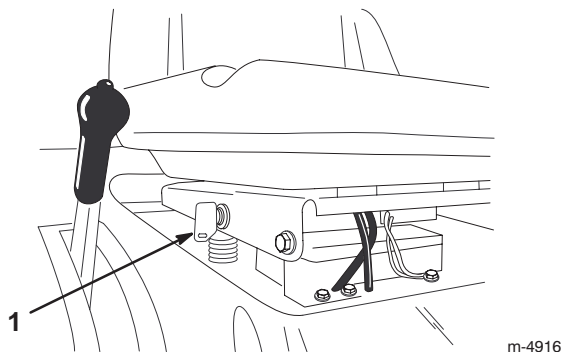

Bild 12
Wenn Sie im Rückwärtsgang die Messer (ZWA) benötigen, können Sie diesen Sicherheitsschalter mit Hilfe des KeyChoice-Schalters, der sich in der Nähe der Sitzhalterung befindet, deaktivieren (Bild 12).
2. Stecken Sie den KeyChoice-Schlüssel in den Schalter (Bild 12).